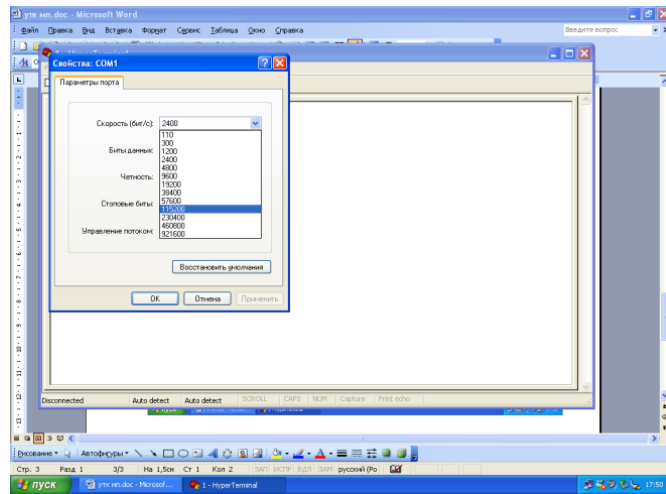

Рис. 6
3. В окне свойства: COM 1, выбрать скорость 115 200 согласно рис. 6.